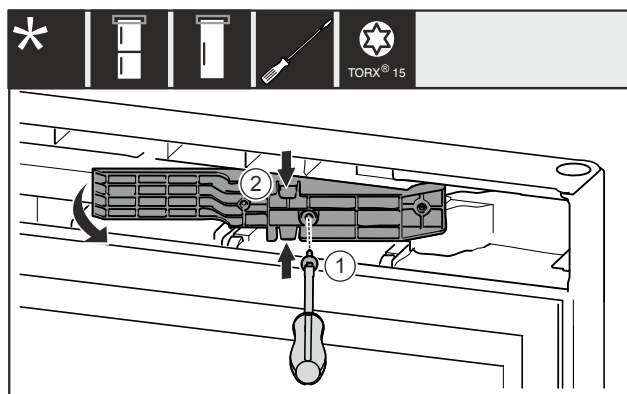

Fig. 13 *
- Odstraňte šroub Fig. 13 (1).*
- Adaptér Fig. 13 (2) nahoře a dole mírně stlačte k sobě a vytáhněte.*